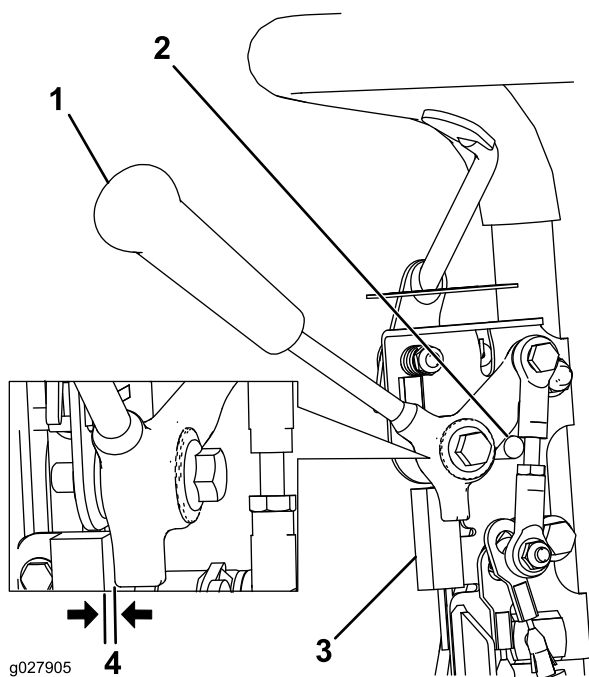

Figura 30
1. Verificate che il motore sia spento e la leva di trazione disinnestata e appoggiata sul fermo in folle (Figura 30).
2. Allentate i dispositivi di fissaggio del microinterruttore di sicurezza (Figura 30).
3. Inserite uno spessore di 0,8 mm fra la leva della trazione ed il microinterruttore di sicurezza (Figura 30).